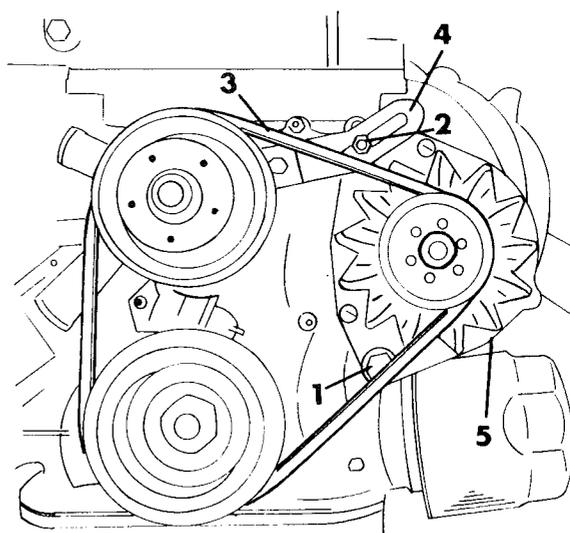

Bild 10
- Unter Bezug auf Bild 10 die Befestigungs-